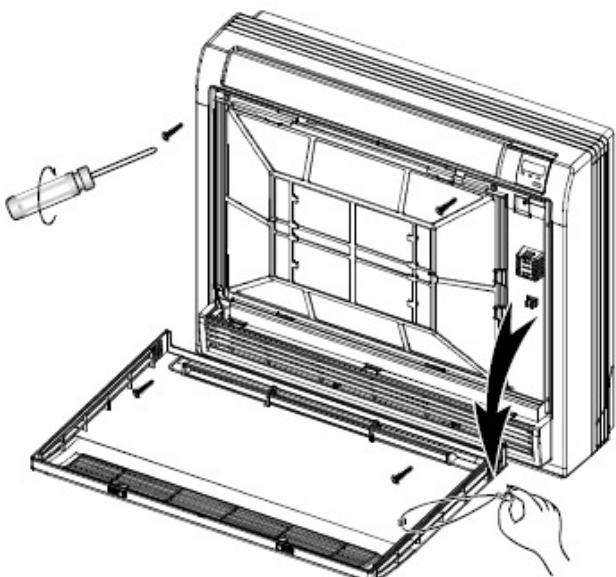

Fig.7-2
- Ta bort snöret (se Fig. 7-2).
- Ta bort de fyra skruvorna (se Fig. 7-2).